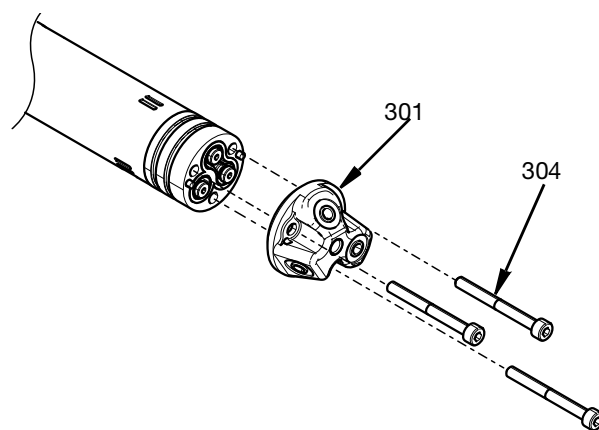

FIG. 30
10. Fissare la testa porta-ugelli (301) all'adattatore con le viti M4 (304) avvitate al corpo centrale. Serrare a una coppia di $3,3 \text{ N}\cdot\text{m}$ ($29,2 \text{ in}\cdot\text{lb}$). Vedere FIG. 30.